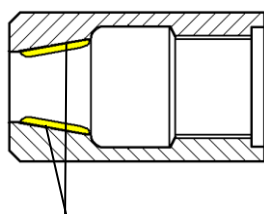

図7-4 グリス（厚さ 2～3mm）
(1) 分解・組立方法は、P. 12 7-2の要領で行ってください。
(2) 組み付ける前にジョーケースの内側（ジョーと接する面）にグリスを十分に塗布して組み付けてください。（図7-4参照）